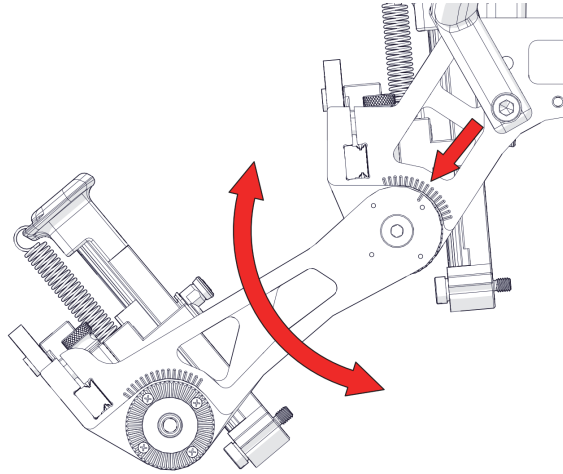

Figura 1-55 Posicionamiento del brazo
2. Ubique el brazo de modo que el brazo retráctil (SLA) quede en posición perpendicular con respecto a la superficie de la tubería (ver Figura 1-55 en la página 66). Si tiene dos brazos configurados en la sección central del módulo de sonda, utilice las marcas de indexación para asegurarse de que ambos lados estén idénticos.